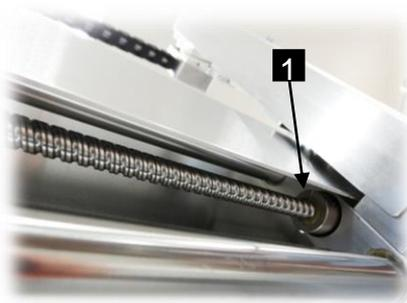

Abb. 36: Kugelumlaufspindel Y-Achse
- 8 Fettpresse mit hellem Lagerfett auf die Fettbohrung der Kugelumlaufmutter Y-Achse (Abb. 36 /1) setzen.